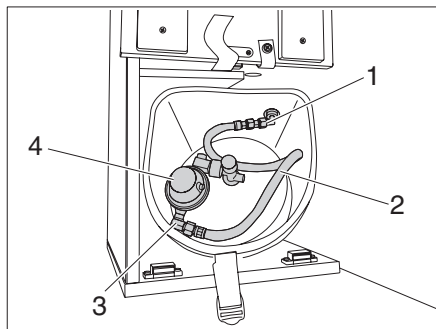

Fig. 58 Flexible de gaz avec régulateur de pression de gaz
- N'utiliser que des régulateurs de pression de gaz spécifiques (Fig. 58,4) avec soupape de sécurité pour l'utilisation dans les véhicules (inclus dans la livraison du véhicule neuf). Les autres régulateur de pression de gaz ne sont pas agréés.
- Visser le coude (Fig. 58,3) au flexible de gaz (Fig. 58,2).
- Visser le régulateur de pression de gaz (Fig. 58,4) sur le coude.
- Visser le flexible de gaz (Fig. 58,2) avec le régulateur de pression de gaz au raccord (Fig. 58,1).